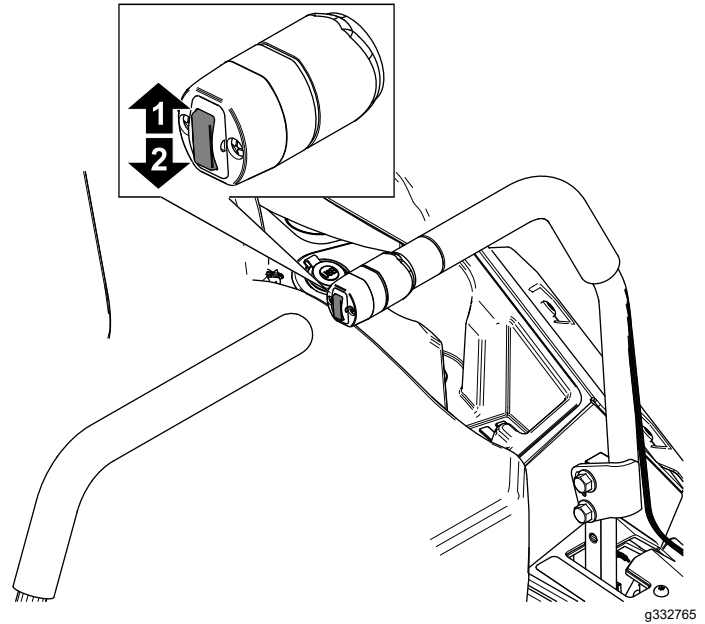

Figura 30
1. Spingete verso l'alto l'interruttore di sollevamento del piatto (**Figura 30**).
3. Spingere verso il basso l'interruttore di sollevamento del piatto per impostare l'altezza di taglio (Figura 30).